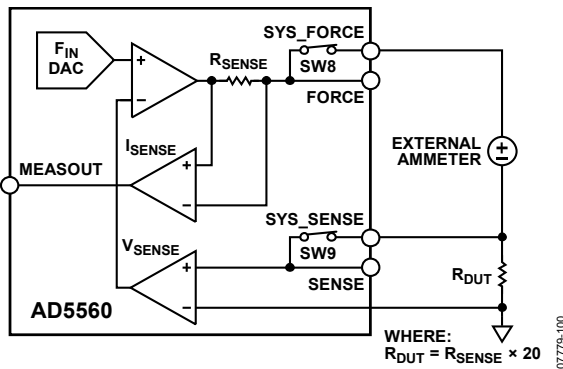

图58. 测量电流校准
- d. 将SYS_SENSE引脚连接到精密电阻(R_{DUT})， $R_{DUT} = R_{SENSE} \times$ 电流范围的20倍，并将其另一端子连接到地（见图58）。